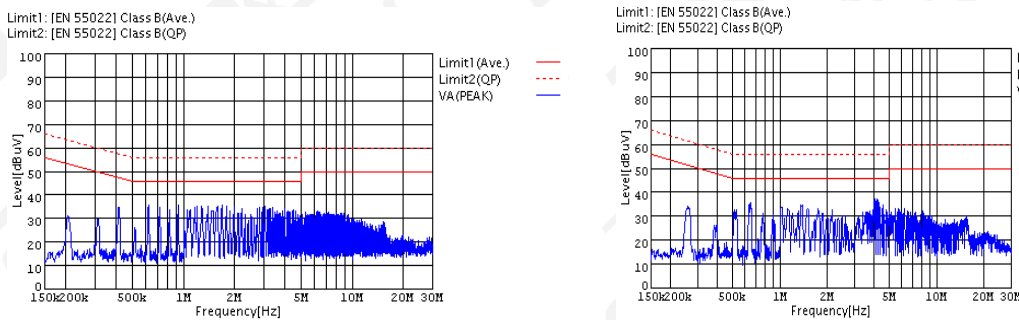

图 1-12 传导 EMI 噪声
- 4、图 1-12 是 2 款 PS 开关电源实测的传导 EMI 噪声,其幅值低于 EN 55022 Class B 标准,然而,这并不能保证将这些产品用于某个系统时,能够确保这个系统的 EMI 符合要求,因为 EMI 与整个系统的布局,布线,结构,负载特性等都有关系。用户在设计 PCB 布局时,要尽可能采用粗的布线,如果电源输出到实际负载的引线超过 2mm,或者采用连接导线,建议在靠近负载的位置放置 0.1uF 以上的电容进行滤波,这有助于降低系统的 EMI 噪声。